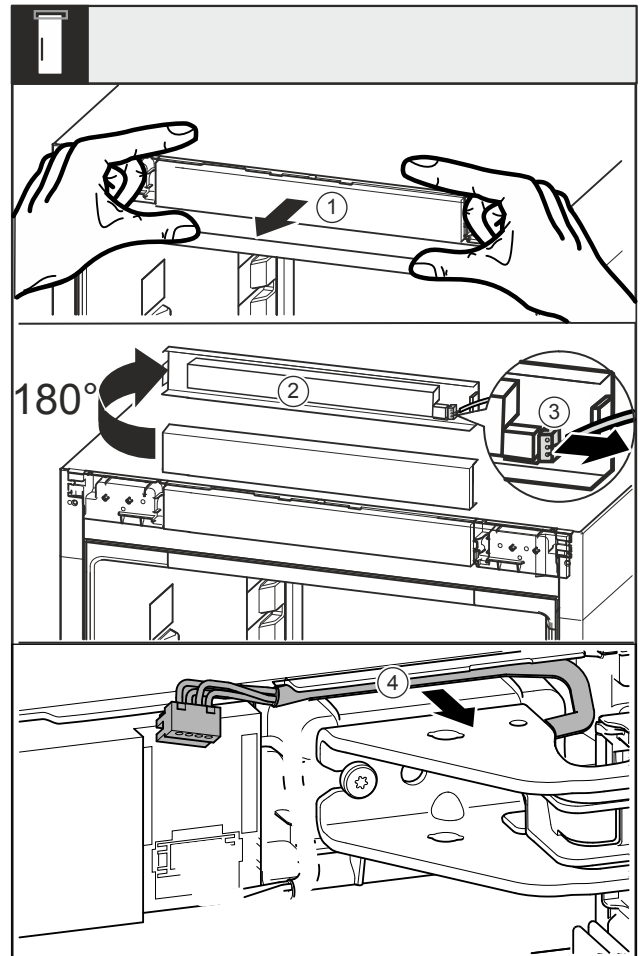

Fig. 15
- Blende Fig. 15 (1) nach vorne lösen.
- Blende Fig. 15 (2) nach oben um 180° drehen.
- Rastnase am Stecker Fig. 15 (3) nach hinten drücken und den Stecker vorsichtig herausziehen.
- Kabel Fig. 15 (4) über Lagerbock aus der Führung lösen.